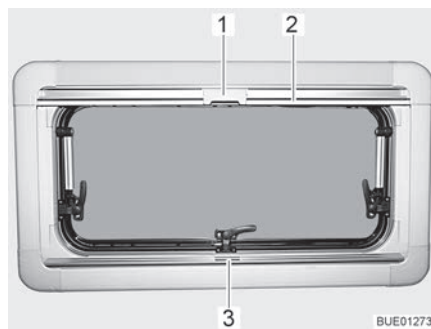
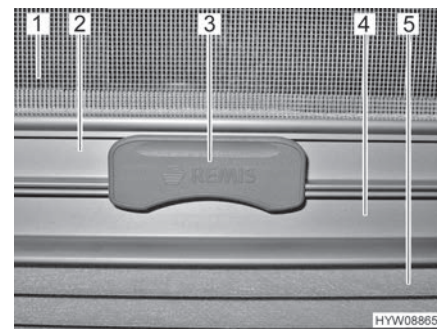

Fig. 14 Finestra apribile
Fig. 15 Aggancio
La tendina oscurante pieghevole (Fig. 15,5) è montata nella cassetta inferiore.
- Afferrare la tendina oscurante pieghevole per la parte centrale della barra di presa (Fig. 14,3 e Fig. 15,4), tirarla dal basso verso l'alto e rilasciarla nella posizione desiderata. La tendina oscurante pieghevole rimane in questa posizione.
La zanzariera a rullo (Fig. 15,1) è montata nella cassetta superiore.
- Tirare la zanzariera a rullo accompagnandola con la barra di presa (Fig. 14,2 e Fig. 15,2) verso il basso, fino a quando la barra di presa non arriva a contatto con la tendina oscurante pieghevole (Fig. 15,4).
- Bloccare l'aggancio (Fig. 14,1 e Fig. 15,3) della zanzariera a rullo nella barra di presa della tendina oscurante pieghevole. Se l'aggancio risulta bloccato, la tendina oscurante pieghevole e la zanzariera a rullo possono essere spostate insieme.
- Premere in alto l'aggancio (Fig. 15,3) sulla zanzariera a rullo.
- Ricondurre lentamente la zanzariera a rullo accompagnandola con la barra di presa (Fig. 14,2).